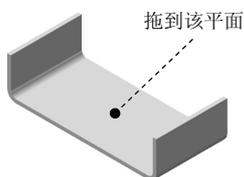

图 4.3.27 选取工具放置面
Step3. 单击“设计库”对话框中的 form_tool 节点，在设计库下部的预览对话框中选择 form_tool_021 文件并拖动到图 4.3.27 所示的平面，在系统弹出的“成型工具特征”对话框中单击 按钮。